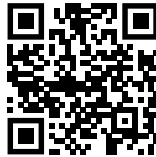

Fig. 101
- ▶ Отворете Liebherr SmartMonitoring Dashboard. (виж Fig. 101)